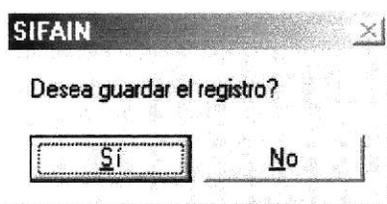

Figura 6.4 Mensaje de información Guardar
5. Si los datos están ingresados correctamente aparecerá el mensaje de la Figura 6.4, de no ser así aparecerá el mensaje de la figura 6.5
- 6. Si escogió <Si> en el mensaje de la Figura 6.4 se grabará el mensaje y aparecerá el siguiente mensaje:
- A continuación aparece el mensaje de la Figura 6.4.
9. Si no ocurrió ningún error aparecerá el mensaje de la Figura 6.4.
10. Si escogió <Si> en el mensaje de la Figura 6.4 se grabará el mensaje y aparecerá el siguiente mensaje:
5. A continuación aparece el mensaje de la Figura 6.4.
3. Una vez realizado los cambios presione el botón , y aparece el mensaje de la Figura 6.4.